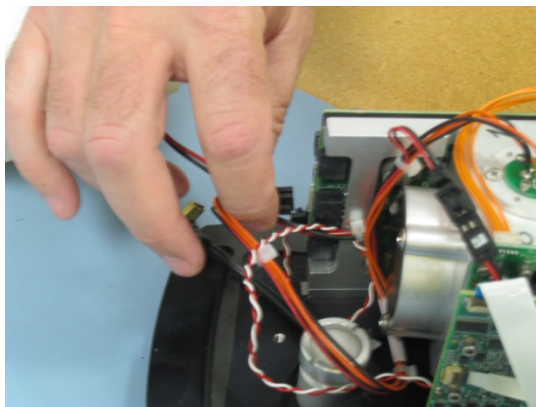

图 21. 断开激光/光源电源线束连接
- 5 断开激光/光源线束与配电板的连接。激光/光源线束可通过其 6 针连接器以及橙色线、黑线和红线组合辨认 (参见图 21)。